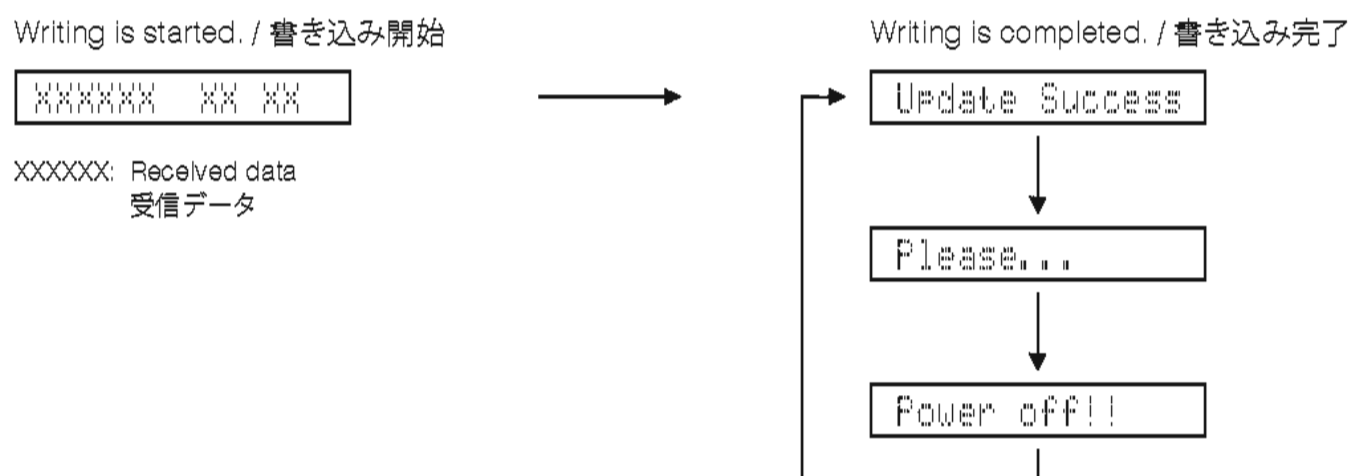

Fig. 3
Then writing of the firmware is started. (Fig. 3)
7. When writing of the firmware is completed, "Update Success", "Please..." and "Power off!!" are displayed repeatedly. (Fig. 3)
ファームウェアの書き込みが開始されます。(Fig. 3)
7. ファームウェアの書き込み完了後、"Update Success"、"Please..."、"Power off!!" が繰り返し表示されます。(Fig. 3)